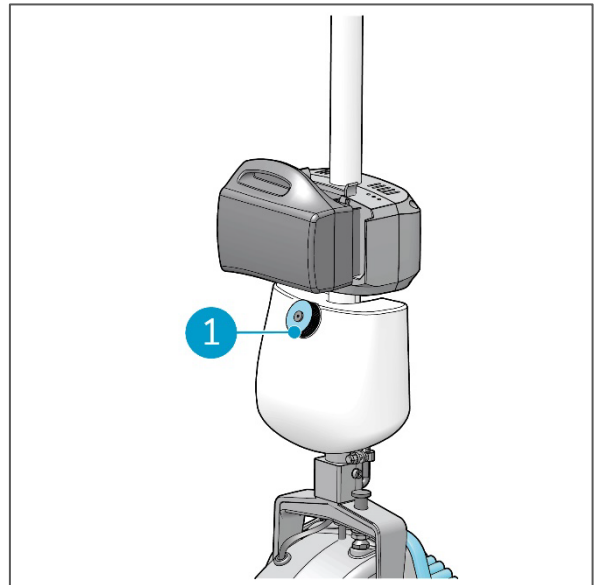

Figure 19
2. Retirez le bouchon du réservoir (Figure 19, POS 1).